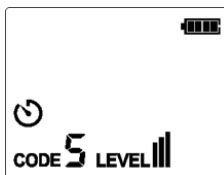

Abbildung 10.1.2c
3. Für die meisten Anwendungen ist die Standardsendeleistung III (Standardcode: 5), wie in Abbildung 10.1.2c dargestellt, die auf dem Display angezeigte Stufe ist III.